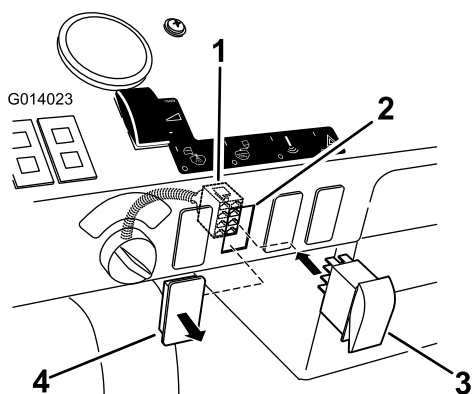

Figura 28
1. Individuate il tappo dell'interruttore del nebulizzatore sul cruscotto (Figura 28).
2. Rimuovete il tappo dal cruscotto (Figura 28).
4. Installate l'interruttore del connettore, attraverso il cruscotto con il LED sull'interruttore nella posizione superiore (Figura 28).